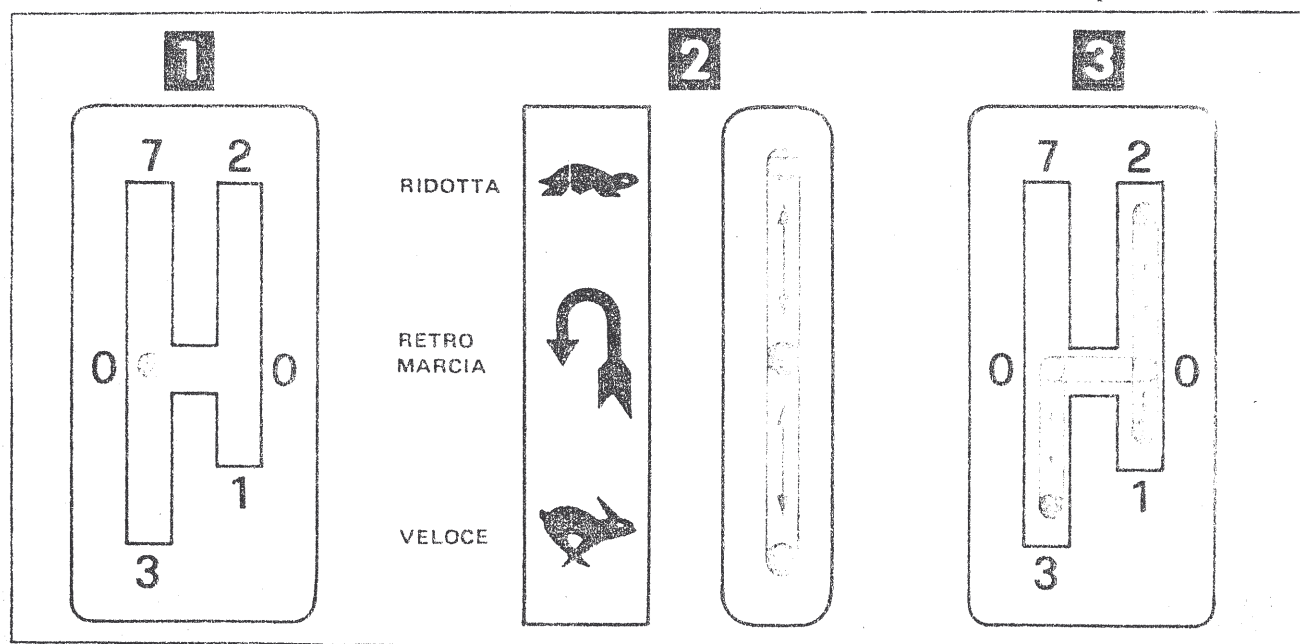

Figura 7. Impiego delle leve comando variatore di velocità e selettore marce
2. Scegliere la marcia desiderata (1^a, 2^a oppure 3^a). A questo scopo, e per tutte le manovre successive, fare riferimento alla figura 7.